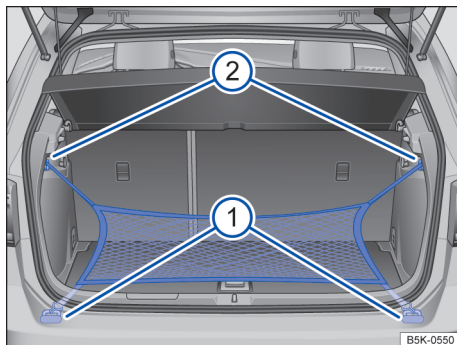

Fig. 147 No compartimento de bagagem: rede para bagagem presa no canto do compartimento de bagagem.
- Prender os ganchos curtos da rede para bagagem nos olhais de amarração → Fig. 147 ① → ⚠️. O zíper da rede para bagagem deve estar voltado para cima.
- Prender as alças nos ganchos para sacolas → Fig. 147 ②.